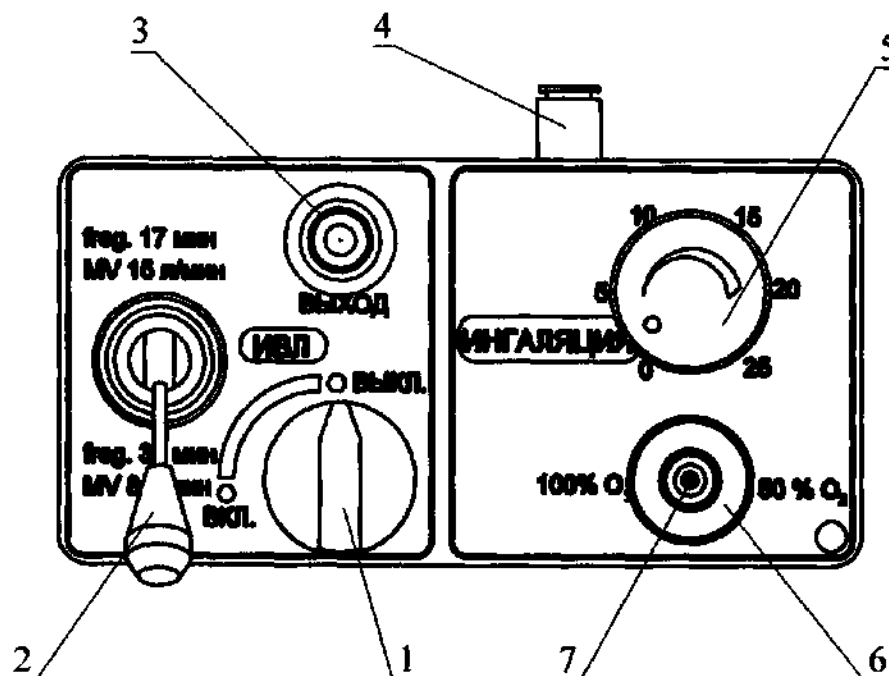
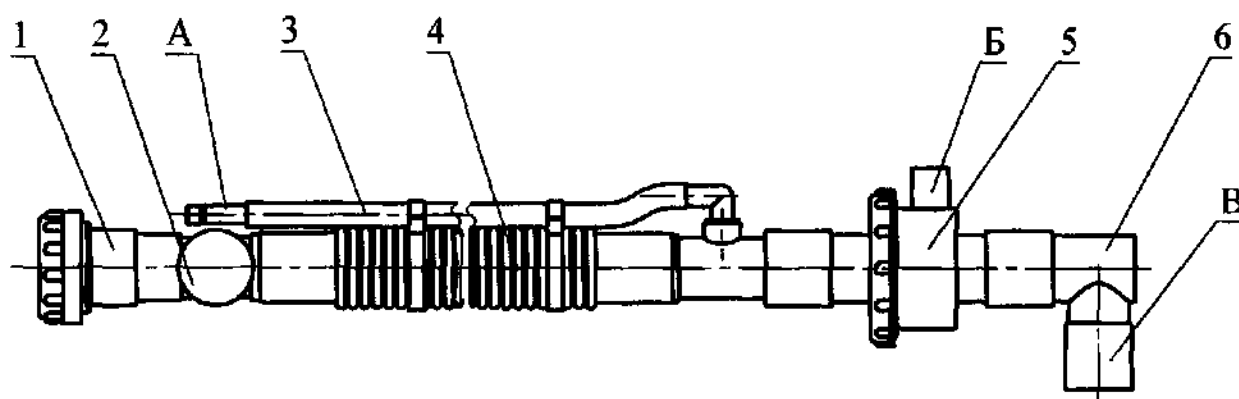

Рисунок 3 - Регулятор подачи кислорода
Рисунок 4 - Контур дыхательный.
1.4.3 Регулятор подачи кислорода (рисунок 3) обеспечивает управление выходными параметрами при ингаляции, а также включение и выключение режима ИВЛ.
Фитинг 3 предназначен для подсоединения ниппеля А кислородной трубки 3 (рис.4) дыхательного контура.
1.4.4 Дыхательный контур (рисунок 4) предназначен для обеспечения подачи кислорода от регулятора подачи к маске пациента.
Клапан предназначен для замены в случае повреждения клапана клапанной коробки 5 (рисунок 4).
2. Проверка работоспособности аппарата в режиме кислородной терапии: - установить маховичок 5 регулятора расхода при ингаляции регулятора подачи (рис.3) кислорода в положение «0», а ручку 1 включения режима ИВЛ в положение «ВЫКЛ.» и открыть вентиль баллона. Манометр редуктора должен показывать давление кислорода в баллоне; - установить маховичок регулятора расхода при ингаляции последовательно в положения «5», «10», «15», «20», «25» при положении ручки 6 (рис.3) переключения режимов ингаляции в положение - 100% O ₂ ; - перевести ручку переключения режимов ингаляции в положение - 50% O ₂ ; - установить маховичок регулятора расхода в положение «0».	Из ниппелей выхода ИВЛ и ингаляции регулятора не должен поступать кислород. Должно отмечаться последовательное увеличение подачи кислорода из ниппеля выхода ингаляции Подача смеси должна увеличиться в 2 раза по сравнению с предыдущей проверкой. Подача кислорода должна прекратиться.
3. Проверка работоспособности аппарата в режиме ИВЛ: - убедитесь, что маховичок 5 регулятора расхода кислорода при ингаляции находится в положение «0»; - установить тумблер режима работы в режим «Дети»; - повернуть ручку 1 (рис.3) против часовой стрелки в положение «ВКЛ.»; - установить тумблер режима работы в режим «Взрослые»; - повернуть ручку 1 по часовой стрелке в положение «ВЫКЛ.».	Частота вдохов должна быть 30 мин ⁻¹ . Частота вдохов должна быть 17 мин ⁻¹ . Подача кислорода должна прекратиться.
Убедитесь, что маховичок регулятора расхода кислорода при ингаляции 5 (см. рис.3) установлен в положение «0» и ручка включения режима ИВЛ 1 (см. рис.3) находится в положении «ВЫКЛ.». Медленно открыть вентиль кислородного баллона и по показанию манометра редуктора убедитесь в наличии давления кислорода в баллоне.
Присоединить ниппель аэрозольной маски АЗ-115 к фитингу выхода ингаляции 7 (рис.3). Ручку переключения режимов ингаляции установить в положение 100 % O_2 . Поворотом маховичка регулятора расхода кислорода 5 установить необходимую подачу кислорода, указанную на шкале регулятора расхода кислорода. После проведения терапии маховичок регулятора расхода кислорода 5 установить на отметку «0».
Для проведения ингаляции с применением жидких лекарственных средств или при необходимости увлажнения кислорода при проведении кислородной терапии присоединить ниппель ингалятора КШАТ к фитингу выхода ингаляции 7 (рис.3). Поворотом маховичка регулятора расхода кислорода 5 установить необходимую подачу кислорода. После проведения терапии маховичок регулятора расхода кислорода 2 установить на отметку «0».
Присоединить ниппель А дыхательного контура (рис.4) к фитингу выхода ИВЛ 3 (рис. 3). Установить ручку переключателя режимов ИВЛ 2 в положение «Дети» или «Взрослые».
Отсоединить ниппель А (рис.4) дыхательного контура от фитинга выхода ИВЛ.